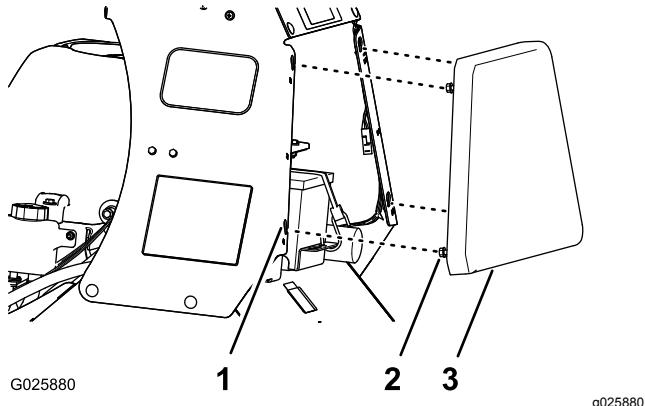

Figure 30
1. Desserrez les 4 boulons à embase qui fixent la plaque aux panneaux gauche et droit de la console (Figure 30).
2. Soulevez la plaque de la console (Figure 30) d'environ 13 mm (0,5 po).
3. Tirez la plaque en arrière et déposez-la de la machine (Figure 30).
1. Placez les 4 boulons à embase sur la face avant de la console en face des 4 fentes en trou de serrure dans le cadre de la console (Figure 30).
2. Avancez la plaque jusqu'à ce qu'elle soit de niveau avec le cadre de la console (Figure 30).
3. Abaissez la plaque jusqu'à ce que les boulons à embase soient engagés dans les fentes (Figure 30).